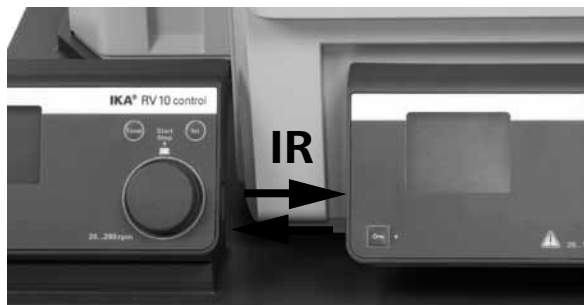

Fig. 22
La comunicación de datos entre el baño calefactor y una unidad de accionamiento se realiza a través de la interfaz IR. Los interfaces de infrarrojos (IR) se encuentran en el lado izquierdo de la pantalla del baño calefactor o en el lado derecho de la unidad de accionamiento. No coloque ningún objeto entre las dos unidades de mando, pues esto puede afectar negativamente a la transferencia de datos (fig. 22)